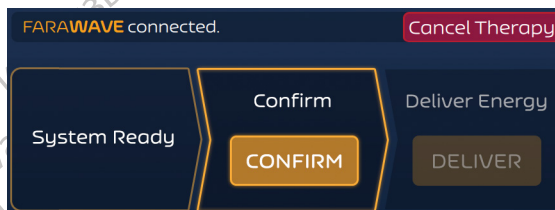

Figura 9. Ecranul Terapie – Modul asincron – Confirmare
- La finalizarea inițializării, butonul CONFIRM (Confirmare) va fi evidențiat, așa cum se arată în Figura 9.
Generatorul FARASTAR PFA va reveni apoi la starea CONFIRM, după cum se arată în Figura 9.